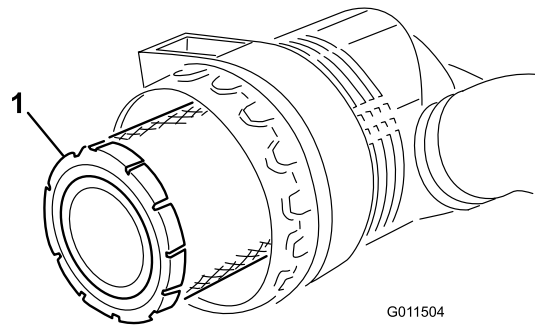

Figure 55
3. Déposez et remplacez le préfiltre (Figure 55).